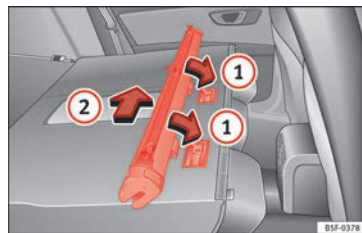

Abb. 169 Einbau der Netztrennwand an den Rücksitzlehnen
- Ordnen Sie die Schale des Netzes in der Unterseite der Stützschielen in Pfeilrichtung an »» **Abb. 169 ①**.
- Drücken Sie die Schale nach links vom Fahrzeug in Pfeilrichtung »» **Abb. 169 ②** und bis zum Anschlag.
- Ziehen Sie am Gehäuse des Netzes ca. 5 cm gegen die Pfeilrichtung »» **Abb. 169 ②**.
- Nehmen Sie den Einsatz der Netztrennwand aus den Halteschielen, indem Sie entgegen der Pfeilrichtung »» **Abb. 169 ①** ziehen.